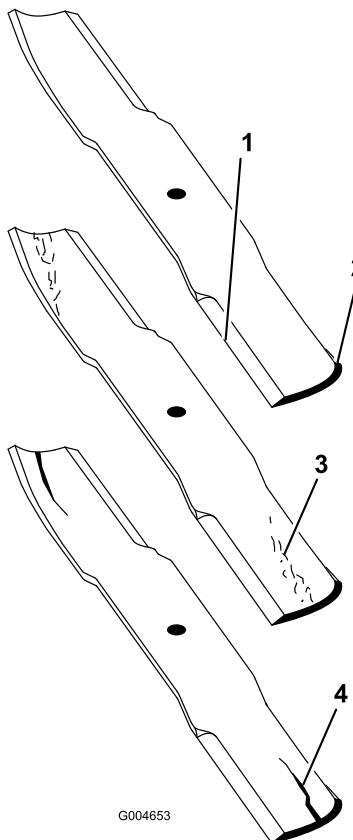

Figura 71
1. Inspeccione as extremidades de corte (Figura 71). Se as extremidades não estiverem afiadas ou estiverem amolgadas retire e afie as lâminas. Consulte Afiar as lâminas.
2. Inspeccione as lâminas, especialmente a área em curva (Figura 71). Se verificar quaisquer danos, desgaste, ou a formação de ranhuras nesta área (Figura 71), instale imediatamente uma lâmina nova.